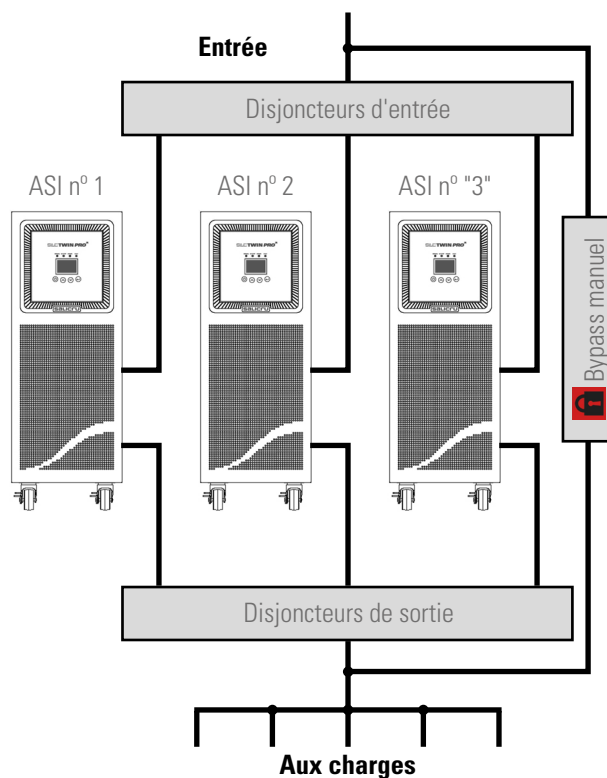

Fig. 23. Installation en parallèle d'un tableau de distribution avec bypass manuel.
- Il faut doter l'installation du système en parallèle d'un tableau pourvu des protections individuelles d'entrée et sortie, en outre d'un bypass manuel à blocage mécanique, voir Fig. 23.
- Dans la Fig. 23 est représenté la conception d'un tableau de distribution avec bypass manuel pour un système en parallèle, représentatif pour un seul équipement en adaptant le nombre d'interrupteurs.